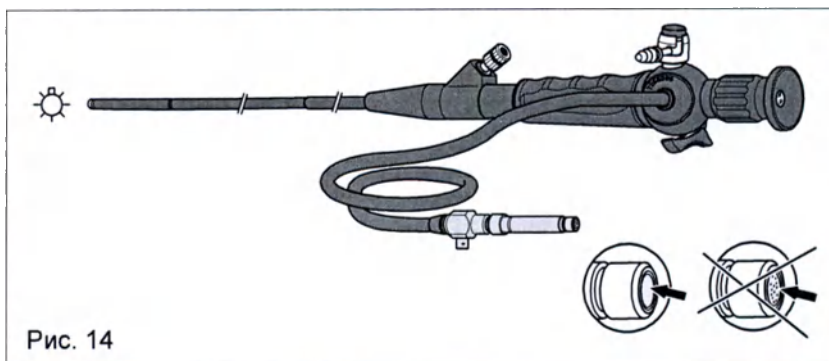

Рис. 14
- ◆ Поломанные волокна видны на соединительном элементе холодного света в виде черных точек. Если доля поломанных волокон достигает ок. 30 %, светоотдача становится не достаточной (Рис. 14).